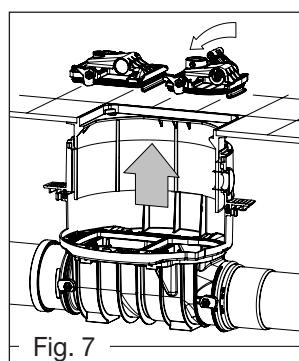

Fig. 7
4.2 Maintenance (figures 7 à 9)
- ① Retirer la saleté et les dépôts
- ② Contrôler si les joints et les portées de joint sont en bon état ; si nécessaire, procéder à l'échange des joints (voir figures 7 à 9)
- ③ Contrôler la mécanique des organes d'étanchéité mobiles, si nécessaire, les graisser à nouveau
- ④ Vérifier l'étanchéité de la fermeture de l'installation en exécutant un contrôle de fonctionnement (voir chapitre 3)